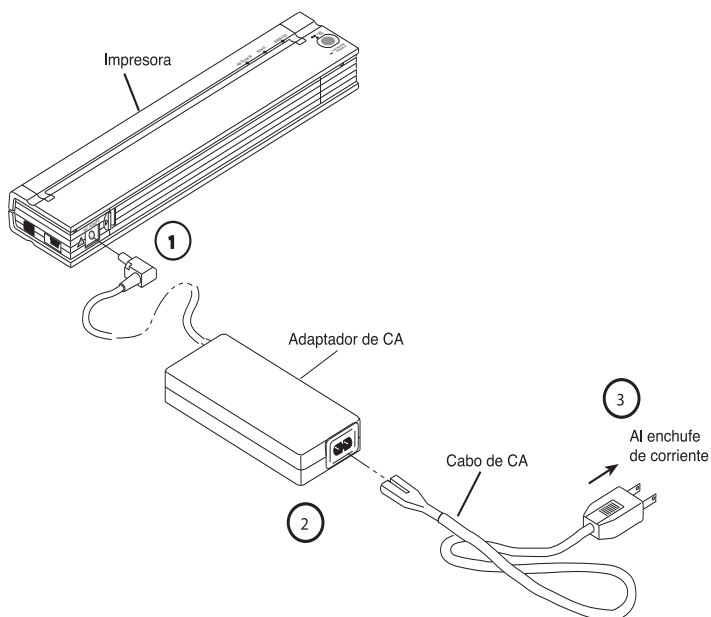

Figure 2. Branchement de l'imprimante sur une prise secteur
1. Raccordez l'adaptateur secteur à l'imprimante comme illustré à la Figure 2.